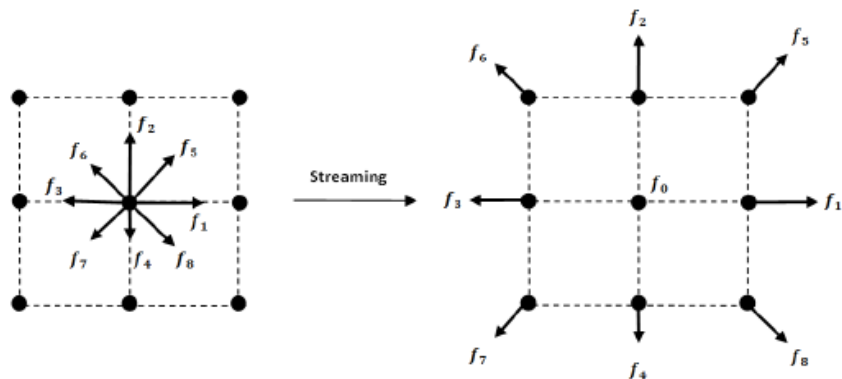

Figure 2
3. Propager les valeurs suivant chaque direction, comme cela est représenté sur la figure 2.